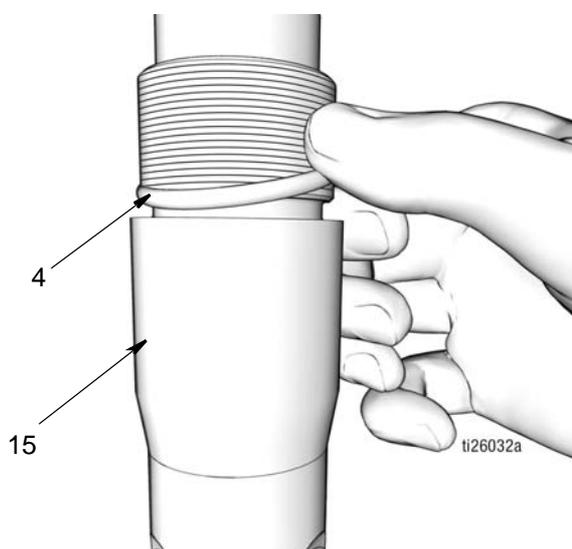

Рис. 43
- б. Нанесите тонкий слой консистентной смазки на уплотнительное кольцо круглого сечения (4) и установите это кольцо вокруг выпускного обратного клапана (15) (Рис. 43).